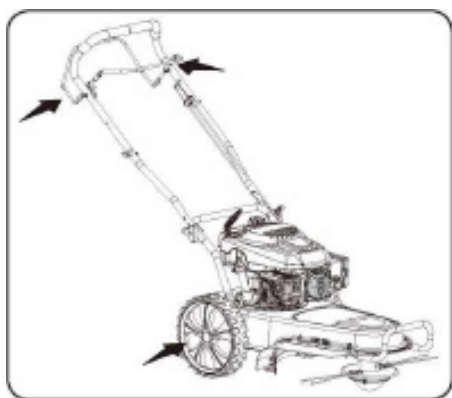

Figura 6.1
1. Lubrique los puntos de pivote de la palanca de control al menos una vez por temporada con aceite. La palanca debe poder moverse libremente tanto hacia adelante como hacia atrás. Vea la Figura 6-1.
2. Lubrique las ruedas al menos una vez por temporada con aceite lubricante (o aceite de motor). Si las ruedas se retiran por cualquier motivo, lubrique la superficie del perno del eje y la superficie interna de la rueda con aceite lubricante. Vea la Figura 6-1.